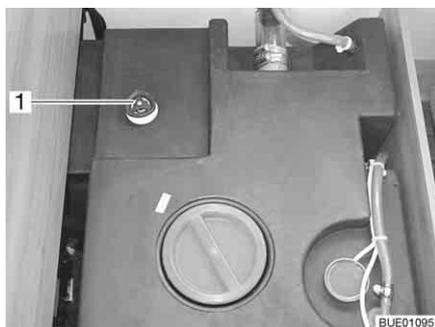

Fig. 202 Reservatório da água com manípulo rotativo
- No reservatório da água, gire o manípulo rotativo (Fig. 202,1) no sentido dos ponteiros do relógio até ao encosto.
- No reservatório da água, gire o manípulo rotativo (Fig. 202,1) em sentido contrário ao dos ponteiros do relógio até sentir resistência. A água sai até permanecerem ainda 60 litros.